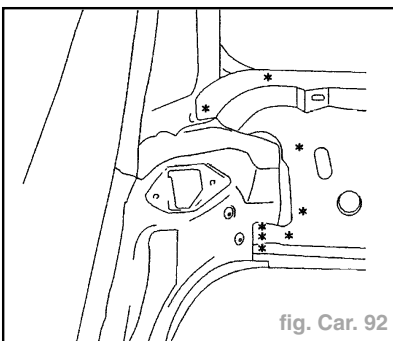

fig. Car. 92
- Dégraffer les points à l'aide d'une fraise de  $\varnothing = 8 \text{ mm}$  (fig. Car. 92).